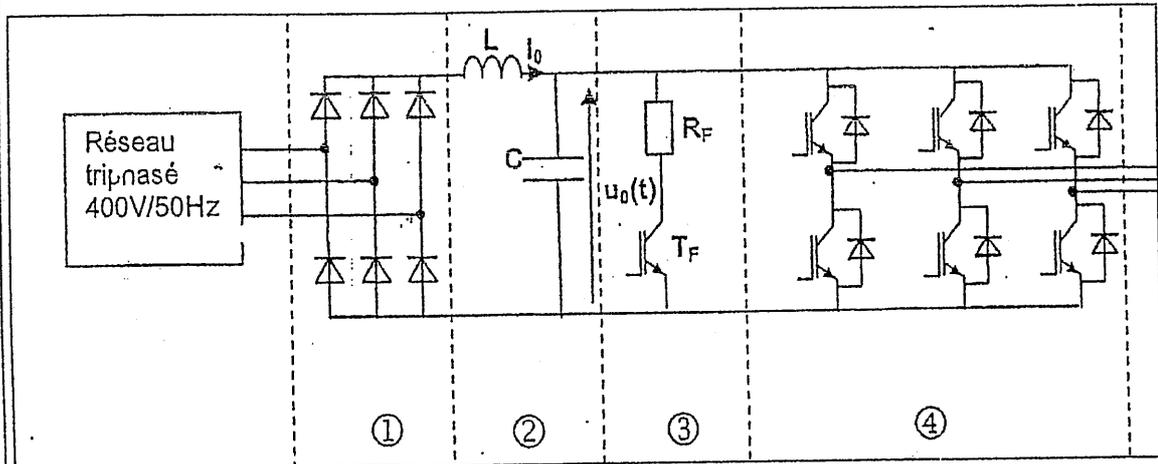

Figure 2
Le moteur de la pompe est piloté par un variateur de vitesse. Ce variateur de vitesse gère la vitesse du moteur avec une commande dite à  $U/f$  constante. Le diagramme schématique de la figure 2 représente la structure d'un variateur à Modulation de Largeur d'impulsion.
- 1) Indiquer clairement les différentes fonctions de la structure du variateur de vitesse (figure 2) pour les éléments : 1, 2, 3 et 4 en précisant le type de conversion que réalise l'élément 4 ?
- 5.1) Dans ce cas la machine asynchrone fonctionne-t-elle comme moteur asynchrone ou comme génératrice asynchrone? Expliquer alors Pourquoi ne peut-on pas envisager une récupération de l'énergie par le réseau avec la structure proposée à la figure 2.